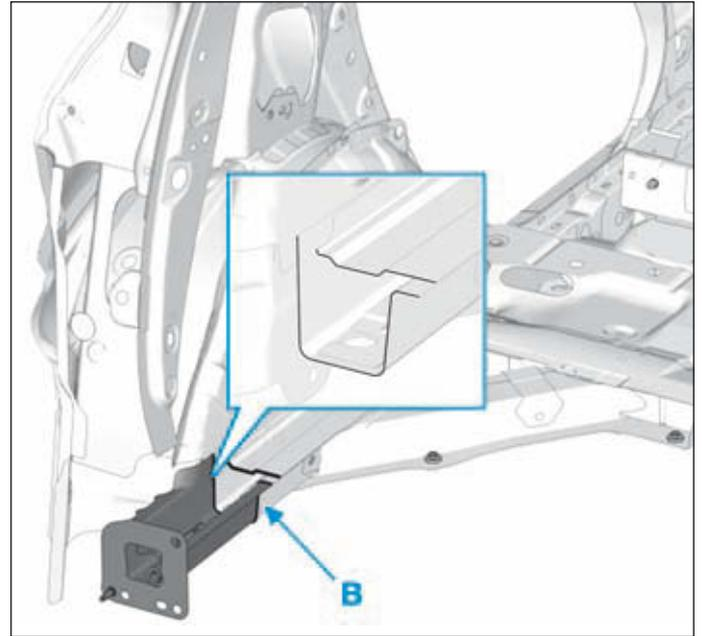

FIG.179
- Respecter la ligne de coupe (B) (Fig.179).